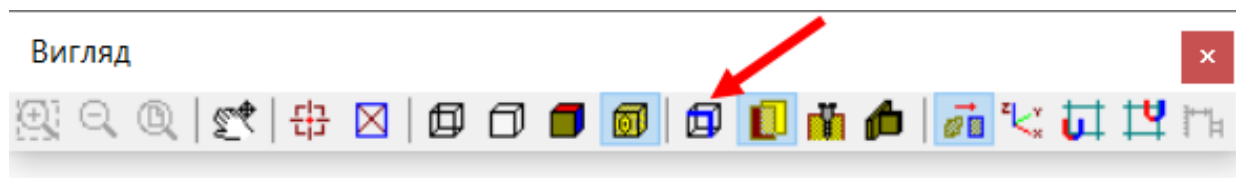

Рис. 3.8. Вибір режиму перегляду край кування деталей виробу
- закрити діалогове вікно і переглянути створені країки за допомогою команди «*Показати крайкування*» (рис. 3.8);